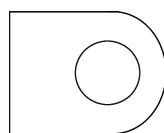

图 10-104 完成局部视图
(16) 在【绘图视图】对话框中单击【确定】按钮，完成局部视图，如图 10-104 所示。未